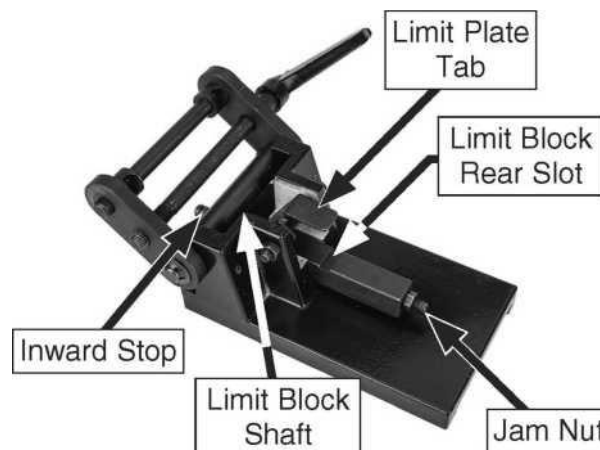

Рисунок 28. Идентификация деталей параллельного упора.
ПРИМЕЧАНИЕ: Параллельный упор должен оставаться под углом 90°, когда он соприкасается с валом ограничительного блока (см. Рисунок 28).
4. Установите параллельный упор на 90°, затем ослабьте стопорную гайку, расположенную на задней части вала ограничителя (см. Рисунок 28).
ПРИМЕЧАНИЕ: Когда параллельный упор наклоняется к столу, он останавливается, когда соприкасается с внутренним упором (см. Рис. 28).